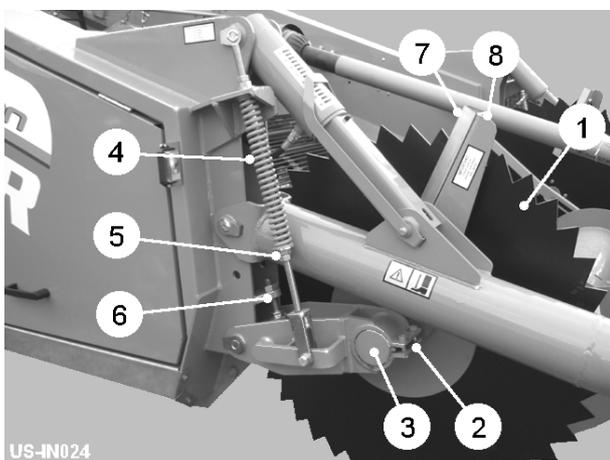

Fig 10
Les disques (item 1, fig 10) ont coupé et contiennent le sol en le nourrissant sur les parts sur les étoiles. Le cadre de la largeur du disque est ajusté en défaisant la pince verrouille (item 2, fig 10) et glisser le moyeu du disque (item 3, fig 10) à la nouvelle place. Le cadre de la pression des disques est mis sur les printemps (item 4, fig 10). La pression du printemps devrait être suffisante pour garder le disque qui tourne dans le sol pendant qu'en même temps lui permet de se lever sur toutes obstructions. La pression du printemps est augmentée / diminuée par élève / baisse le locknuts de la tringle du printemps inférieur (item 5, fig 10). La hauteur du disque maximale est limitée par l'arrêt de la profondeur (item 6, fig 10).
Comme les racloirs du disque (item 7, fig 10) portent, ils devraient être ajustés plus proche au disque. Pour faire ceci, ralentissez la pince verrouille (item 8, fig 10) et repositionne les racloirs jusqu'à juste clair de la surface du disque et retighten.